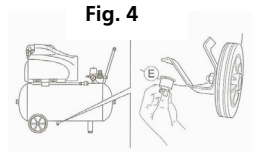

Fig. 4
Une fois par semaine (Fig. 4)
- Retirer le bouchon de fermeture N (fig.4) de la soupape de rétention.